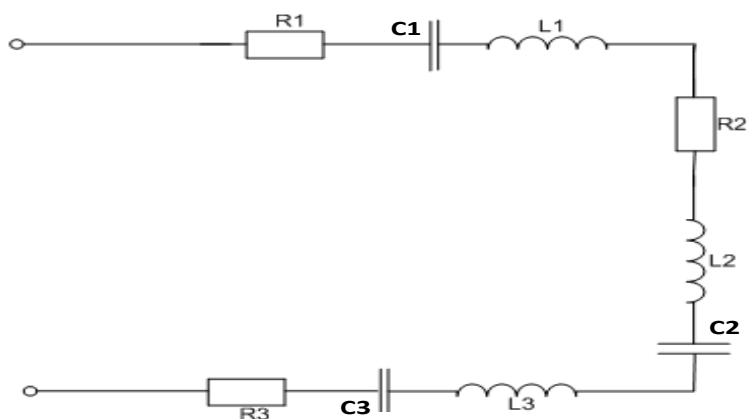

Рисунок 6.1.
5.1. В соответствии с номером вашего варианта (таблица 6.1.) и числовыми значениями элементов построить схему (рисунок 6.1.) только с теми элементами, которые заданы для вашего варианта.